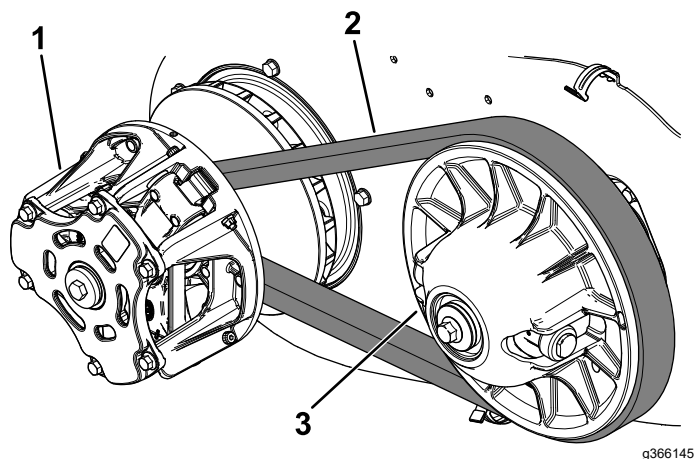

Figure 60
6. Faites tourner la courroie (Figure 60) et vérifiez qu'elle n'est pas excessivement usée ou endommagée.
7. Nettoyez soigneusement les embrayages à l'air comprimé (Figure 60).
6. Tirez sur le haut de la courroie pour écarter l'embrayage secondaire, puis faites tourner et acheminez la courroie par-dessus l'embrayage secondaire (Figure 60).
7. Enlevez la courroie de l'embrayage primaire (Figure 60).
8. Alignez la courroie neuve sur l'embrayage principal (Figure 60).
9. Faites tourner la courroie et faites-la passer sur l'embrayage secondaire (Figure 60).